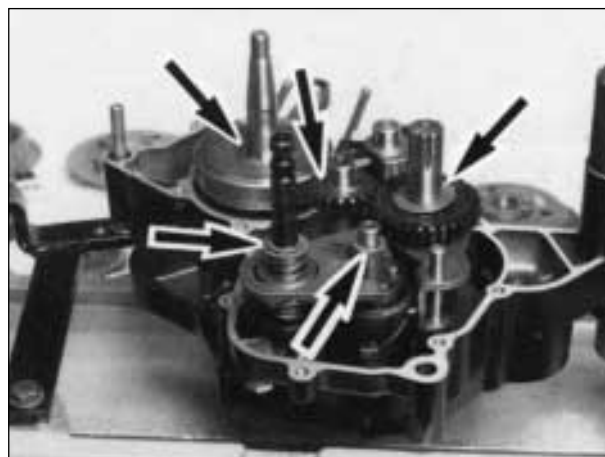

Fig. 22
- 22) ANNOTARSI lo spessore e la posizione di montaggio di tutte le rondelle di rasamento che si trovano infilate nei rispettivi alberi (Fig. 22), controllando attentamente che non siano rimaste rondelle sul carter appena tolto.
- 22) NOTE the thickness of the shim washers which are fitted to their relevant shafts (Fig. 22), checking carefully that no washers are left on the crankcase that has just been taken off.